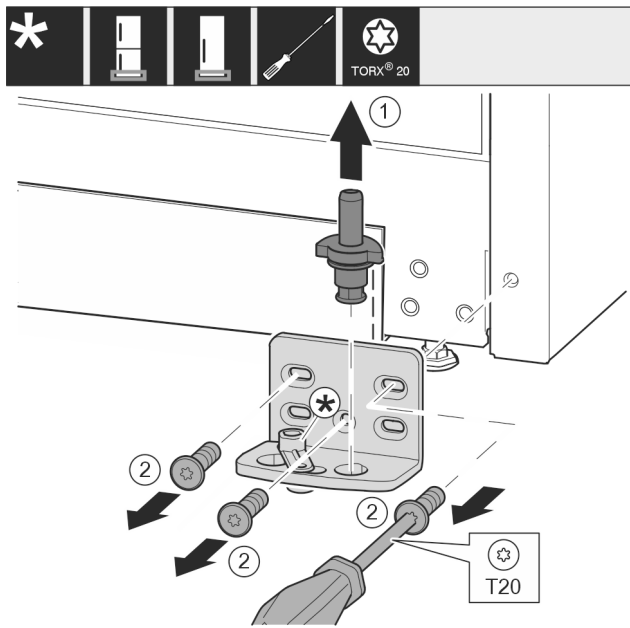

Fig. 12
- Повністю витягніть опорний гвинт Fig. 12 (1) рухом вгору.
- Викрутіть гвинти Fig. 12 (2) за допомогою викрутки та зніміть опорний кронштейн.